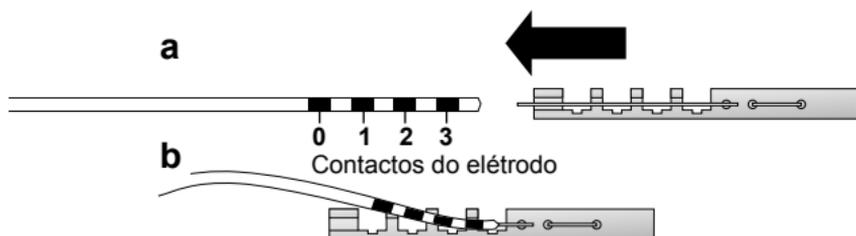

Figura 6. Fixe o estilete curto ao eléctrodo
- a. Fixe o estilete curto fornecido à extremidade proximal do eléctrodo (Figura 6).